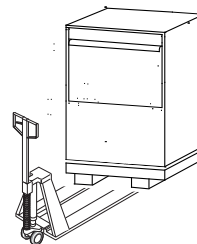

Fig.2
- 2- Sollevare l'apparecchio sul suo bancale con l'ausilio di un carrello elevatore. (Fig. 2)